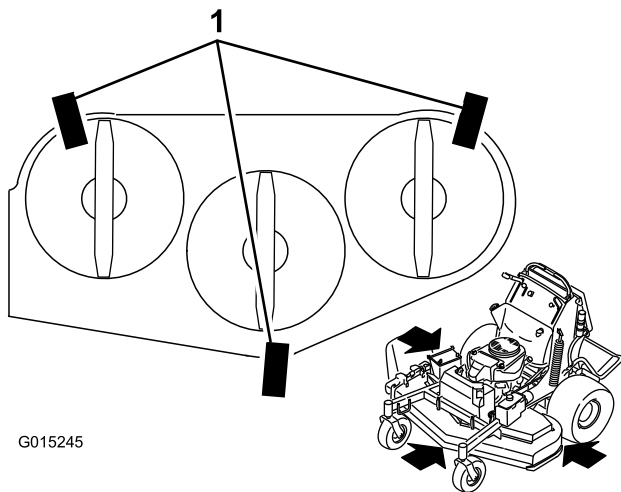

図 85
1. 図 85 のように、刈り込みデッキの下に 5x10cm 程度の角材を 3 つほど置く。角材は 10cm の辺が上下になるように置く。